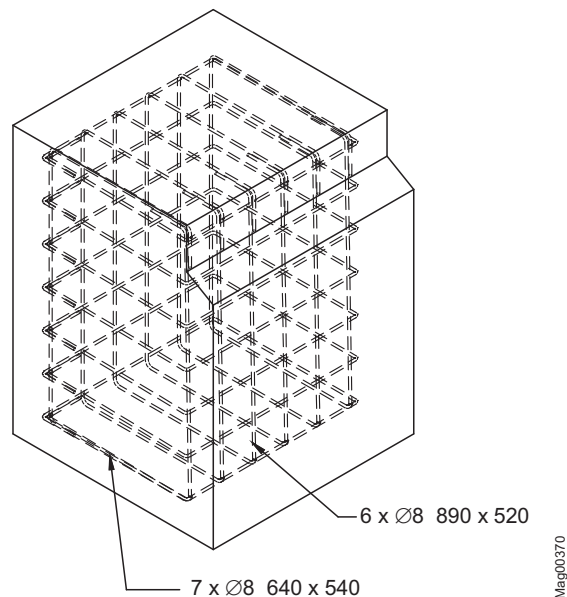

Bild 16: Armeringsnät Access XL2 och Access XXL (mått i mm)
- Armeringsnät enligt bilden Bild 16.
2. Placera armeringsnätet enligt Bild 16 i fundamentålet.